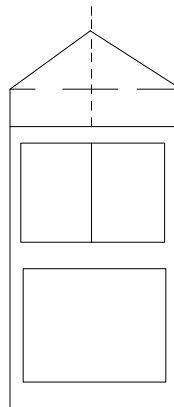

图3
- 5、 开箱起吊时钢丝应勾在吊环上两点时应对角勾（吊箱图见图 3）。